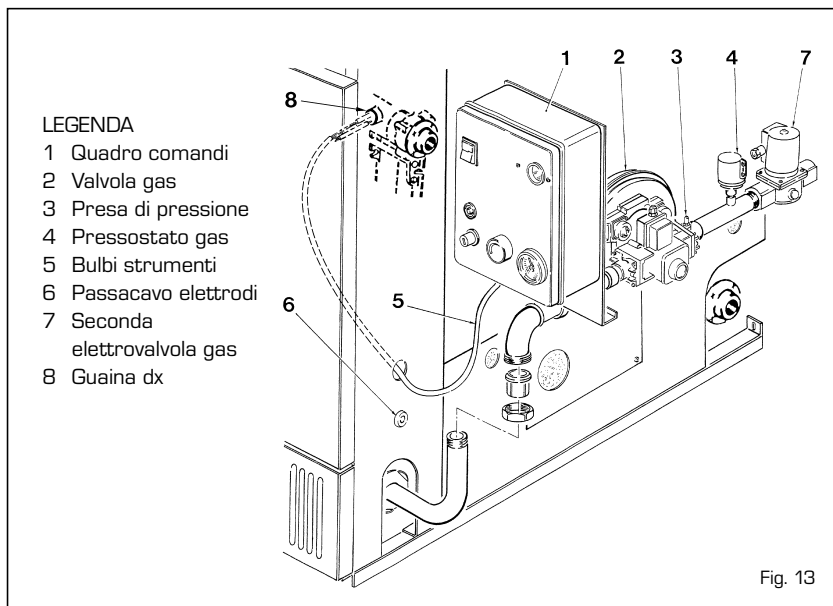
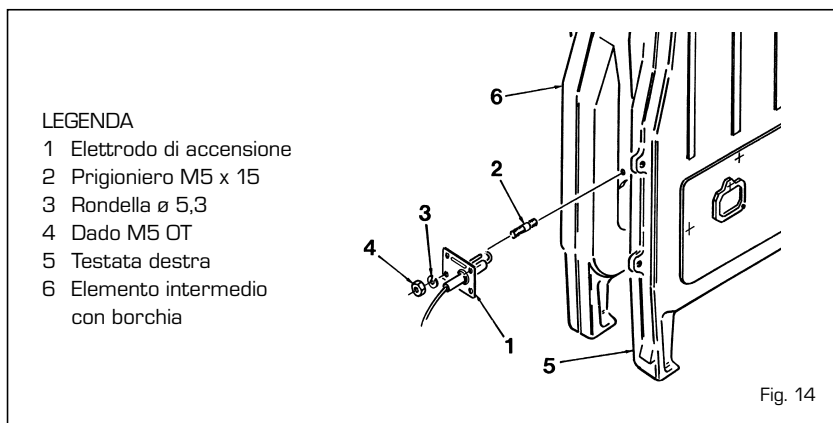

Fig. 13
Fig. 14
- Fissare i due supporti laterali (2) e (3) alla parte anteriore e posteriore del basamento mantello (1) con i dadi M6 dati a corredo.
- Fissare il pannello (4) al pannello (5) ed il pannello (7) al pannello (8) per mezzo dei pinoli ad innesto.
- Fissare i pannelli (4-5) al pannello (6) ed i pannelli (7-8) al pannello (9) per mezzo dei piolini a pressione assicurandone l'unione con due viti autofilettanti 7SP x 1/2" fornite a corredo.
- Montare i pannelli (4) e (6) sul basamento (3) fissandoli sui piolini ad innesto. La stessa operazione dovrà essere eseguita per fissare i pannelli (7) e (9) al basamento (2).
- Posizionare la parete anteriore inferiore (11) infilandola tra le viti che si trovano sulle staffe supporto collettore bruciatori e il corpo ghisa; fissare la parete ai pannelli (6) e (9) con due viti autofilettanti 7SP x 1/2".
- Posizionare la parete anteriore superiore (12) fissandola ai pannelli (5-8) e alla parete (11), con quattro viti autofilettanti 7SP x 1/2".
- Fissare la parete posteriore (13) ai pannelli (4-5) e (7-8), utilizzando le otto viti autofilettanti 7SP x 1/2" date a corredo.
- Montare lo zoccolo (14) fissandolo ai pannelli (6) e (9) per mezzo dei piolini a pressione.
- Procedere nella medesima maniera per fissare il pannello anteriore superiore (16).
- Montare il coperchio (10).
- Prima di montare la porta (15) è necessario far passare i capillari dei termostati e del termometro (5 fig. 13) attraverso il foro ricavato sul fianco (9).
Per effettuare il montaggio del gruppo gas togliere il mezzo bocchettone che si trova sul gruppo ed avvitare al tubo curvo collegato al collettore bruciatori (fig. 13). Inserire quindi le sonde degli strumenti nell'apposita guaina, come indicato al punto 2.12.
Svolgere i cavi dei due sensori facendoli passare sul passacavo (6 fig. 13) predisposto sul pannello anteriore e sui fermacavi della parete anteriore inferiore (11 fig. 12). Inserire l'elettrodo di accensione nel foro ricavato tra la testata e l'intermedio, dal lato del gruppo gas, fissandolo ai due prigionieri (fig. 14). Eseguire la stessa operazione per l'elettrodo di rivelazione che andrà nel foro predisposto tra la testata e l'intermedio, all'altra estremità del corpo.